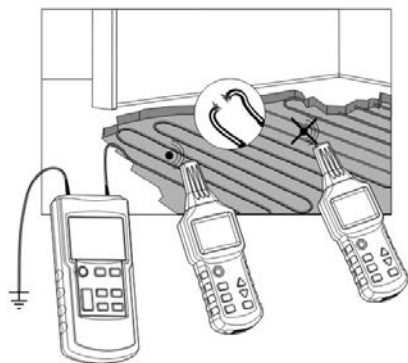

Fig.13a
- Toutes les lignes non utilisées doivent être reliées à la terre selon la Fig.13a.
Pour une application à un seul émetteur, voir la Fig. 13a.